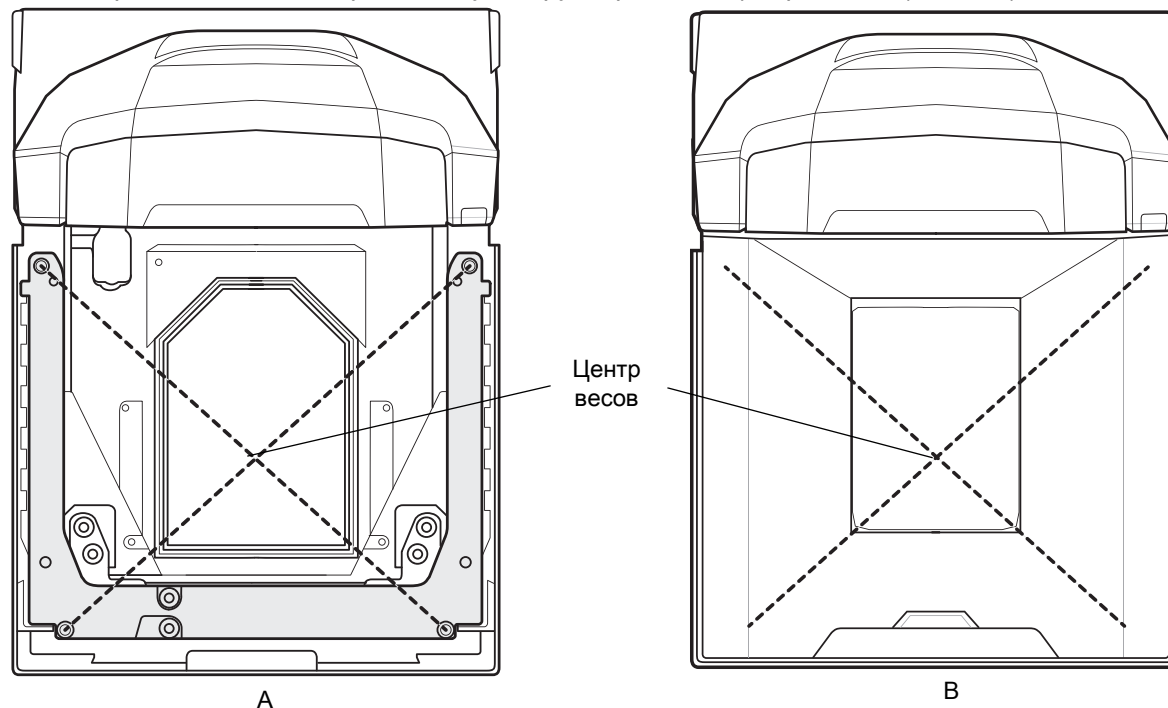

Рис. 4-2 (А) центр весов, (Б) центр весов с установленной платформой
1. Поместите на весы груз весом 25 фунтов или 11 кг, в зависимости от запрограммированных единиц измерения. В идеале гирьки следует сгруппировать в центре весов (*Рис. 4-2*).